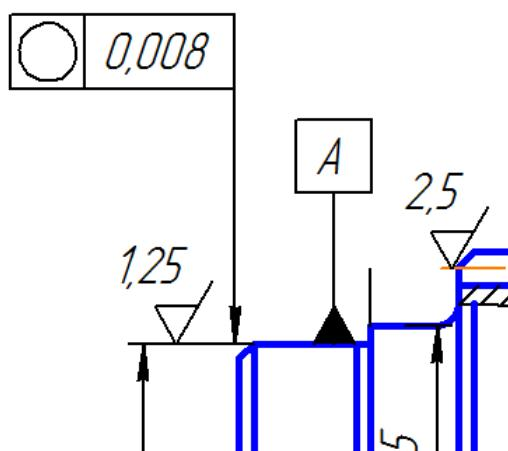

Рис. 45. Элемент вала с обозначением допуска круглости
- щёлкните по кнопке **Создать объект** на **Панели специального управления**. Знак допуска формы проставлен (рис. 45).